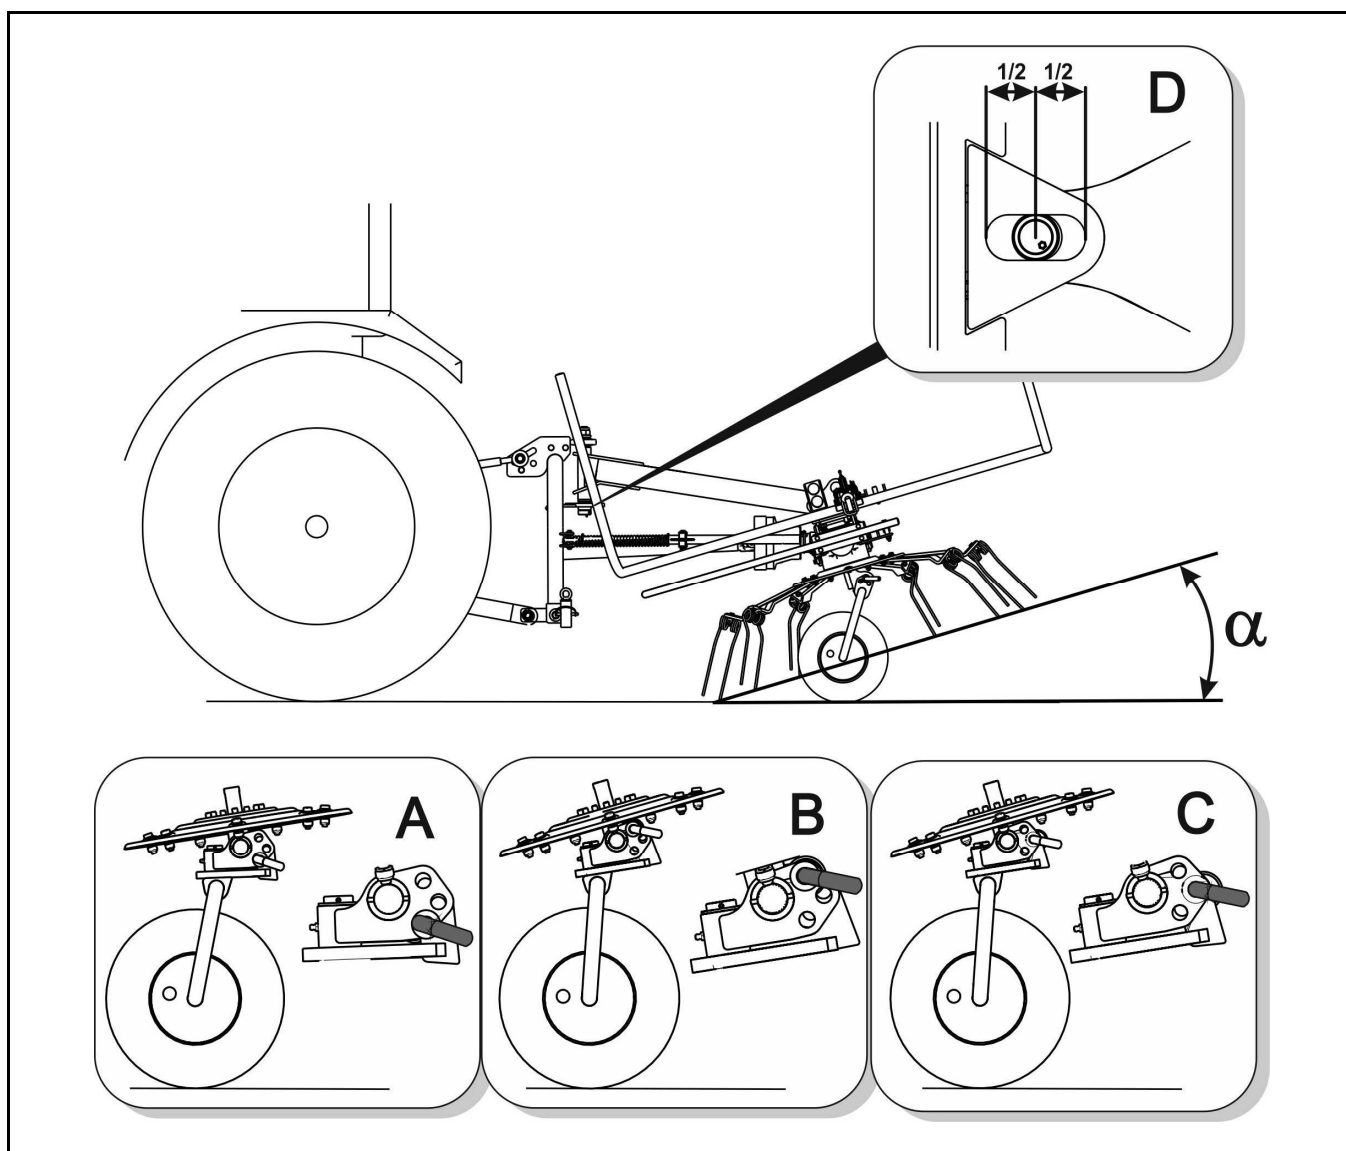

РИСУНОК 4.5А Работа ворошилкой-вспушивателем – угол наклона карусели (угол разброса)
- установить высоту нижней вилки тяги трехточечной системы навески (ТУЗ) трактора и отрегулировать длину верхней сцепки таким образом, чтобы карусели наклонились вперед, пружинные зубья слегка касались почвы, а втулка шарнира оказалась посередине продолговатого отверстия D (РИСУНОК 4.5А),
По окончании регулировки задней трехточечной навески (ТУЗ) трактора нужно отрегулировать угол разброса скошенной массы (РИСУНОК 4.5А). Для этого необходимо: